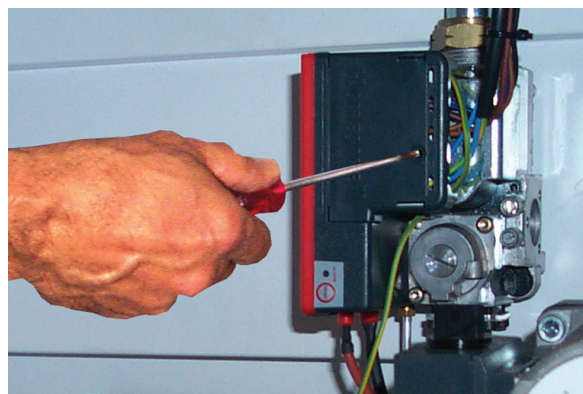

fig. 7
2. Débrancher le module électronique de commande de la vanne gaz (fig. 7) ;